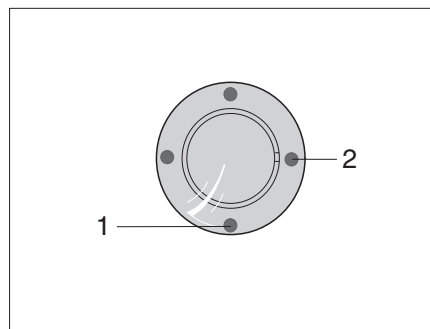
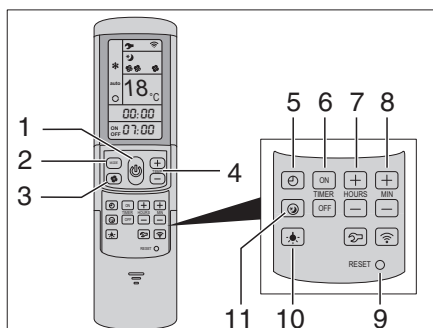

Fig. 303 Ricevitore IR/Indicatore di funzionamento
Fig. 304 Telecomando
L'impianto di climatizzazione si trova sul tetto del veicolo. Il telecomando (Fig. 304) dell'impianto di climatizzazione si trova nella zona cucina.
- Collegare il veicolo all'alimentazione a 230 V. L'impianto di climatizzazione è pronto a funzionare. Il LED blu (Fig. 303,1) è acceso.
- Per accendere, premere il tasto (Fig. 304,1) del telecomando. Il LED blu (Fig. 303,1) lampeggia.
- Impostare la modalità di funzionamento desiderata con il tasto MODE (Fig. 304,2).
- Se necessario, con il tasto (Fig. 304,3) impostare il livello della ventola e con i tasti (Fig. 304,4) la temperatura ambiente desiderata.
Al raggiungimento della temperatura impostata sul telecomando, il LED blu (Fig. 303,1) si spegne, il compressore si spegne e la ventola di ricircolo continua a funzionare.
- Per spegnere, premere di nuovo il tasto (Fig. 304,1) del telecomando.
- Per la programmazione, accendere l'impianto di climatizzazione con il tasto (Fig. 304,1) del telecomando.
- Con il tasto (Fig. 304,2) impostare la modalità di funzionamento desiderata e con i tasti (Fig. 304,4) la temperatura ambiente.
- Con i tasti (Fig. 304,6) selezionare l'azione desiderata:
- Con i tasti (Fig. 304,7 e 8) selezionare il tempo di commutazione desiderato (da 15 minuti a 24 ore).
- Confermare le impostazioni con il tasto "ON" o "OFF" (Fig. 304,6).